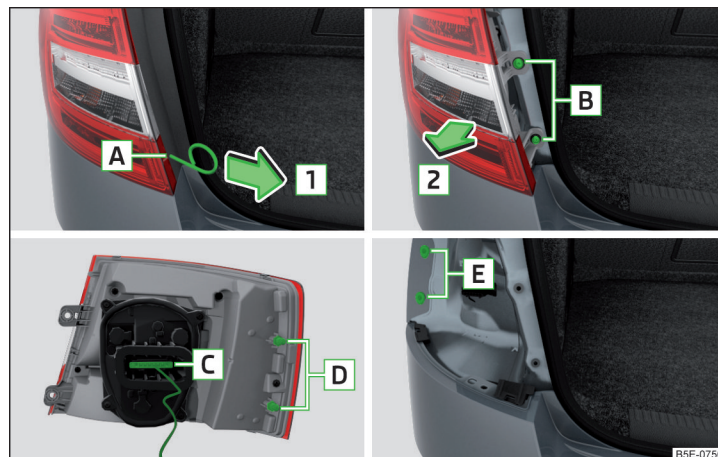

Abb. 360 Leuchte ausbauen
- › In die Öffnung **A**1) » Abb. 360 den Bügel zum Abziehen der Radvollblenden einführen.
- › Die Leuchte mit den Zapfen **D** in die Aufnahmen **E** in der Karosserie einsetzen » Abb. 360.